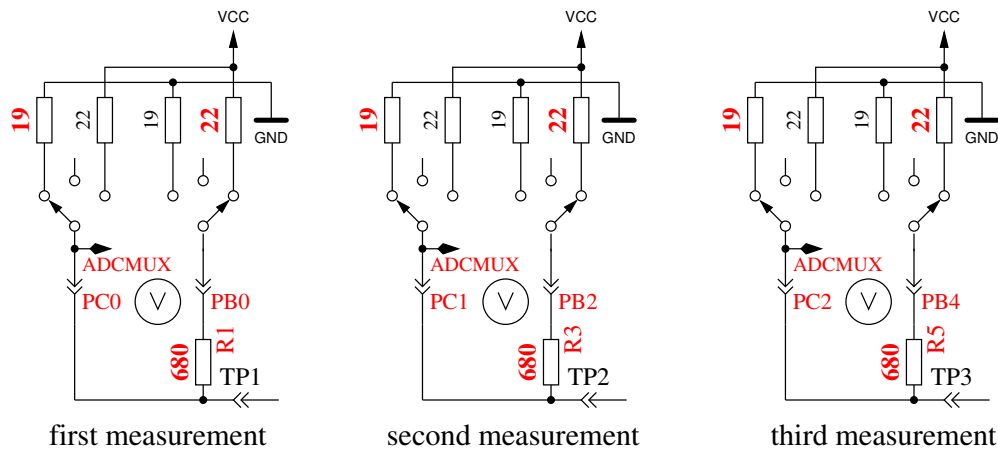

Рис. 5.66. Измерение внутреннего сопротивления порта С подключением выходных контактов к GND
8. **Измерение внутреннего сопротивления порта подключением выходных контактов к GND.** Этот и следующие тесты будут проведены, если выбрана опция AUTO\_CAL. Внутреннее сопротивление порта C с выходами, подключенными к GND, измеряется по току через подключенные к VCC (+5 V) резисторы  $680\ \Omega$ , смотри рисунок 5.66. Могут быть измерены только три вывода порта АЦП. Внутреннее сопротивление портов В (PB0, PB2 и PB4) не может быть измерено без изменения аппаратных средств. Будем считать,